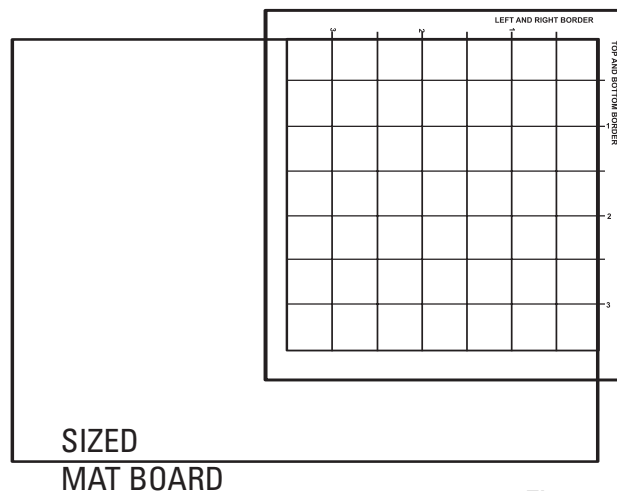

Fig.8
Étape 2 – Glissez le triangle B dans l'angle supérieur droit de l'image et serrez la molette. Placez les deux triangles de manière à ce que les angles soient situés à l'endroit précis où le passe-partout doit commencer. Tout ce qui est à l'intérieur des deux triangles sera exposé. (Fig. 8)
Schritt 2 - Schieben Sie Dreieck B in die obere rechte Ecke des Bildes und ziehen Sie den Knopf fest. Legen Sie beide Dreiecke so, dass die Ecken dort aufliegen, wo das Passepartout beginnen soll. Die gesamte Fläche innerhalb der beiden Dreiecke wird sichtbar sein. (Abb. 8)
Procedura 2 - far scorrere il triangolo B nell'angolo superiore destro della fotografia e serrare la manopola. Posizionare i due triangoli in modo che gli angoli appoggino nel punto in cui si desidera inizi il bordo del cartoncino. La parte interna ai due triangoli risulterà esposta (Fig. 8).
Paso 2: deslice el Triángulo B hacia la esquina superior derecha de la imagen y ajuste el botón. Coloque ambos triángulos de manera que las esquinas se apoyen en el lugar en que le gustaría que comience el panel. Todo lo que esté dentro de los dos triángulos quedará al descubierto. (Fig. 8)